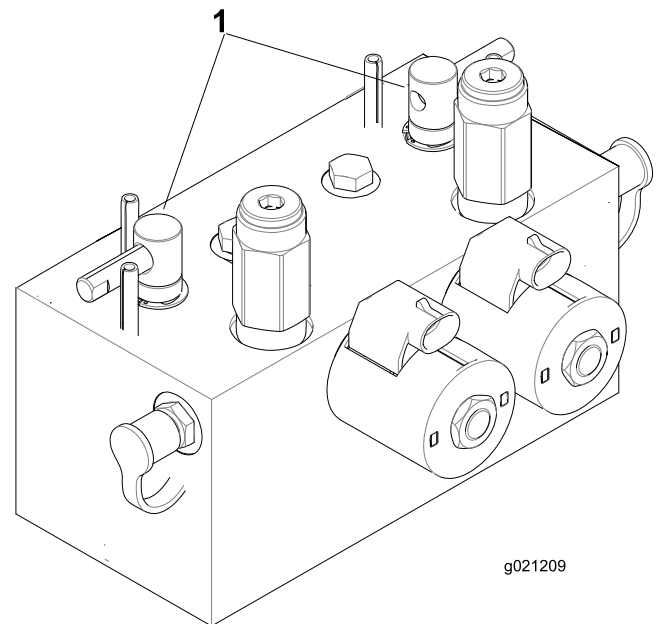

Figure 74
2. Déverrouillez le capot et soulevez-le pour exposer les leviers de rodage (Figure 74).
5. Sélectionnez les leviers de rodage avant, arrière ou les deux pour déterminer quelles unités de coupe ont besoin d'être rodées (Figure 74).